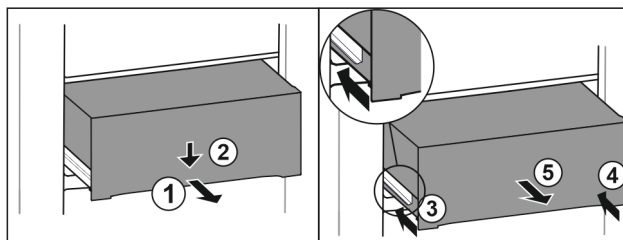

Fig. 105
- Dra ut utdragslåda till hälften. Fig. 105 (1)
- Tryck utdragslådan på framsidan nedåt. Fig. 105 (2)
- Skjut in vänster skena ca 2 cm. Fig. 105 (3)
- Skjut in höger skena ca 2 cm. Fig. 105 (4)
- Ta ut utdragslåda genom att dra den framåt. Fig. 105 (5)